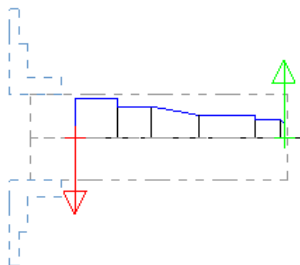

图 13.2.11 选取加工轮廓线
Step2. 定义加工轮廓。在该对话框中单击 按钮，然后在图形区依次选择图 13.2.11 所示的轮廓线，单击 按钮，系统弹出图 13.2.12 所示的“车床粗加工 属性”对话框。